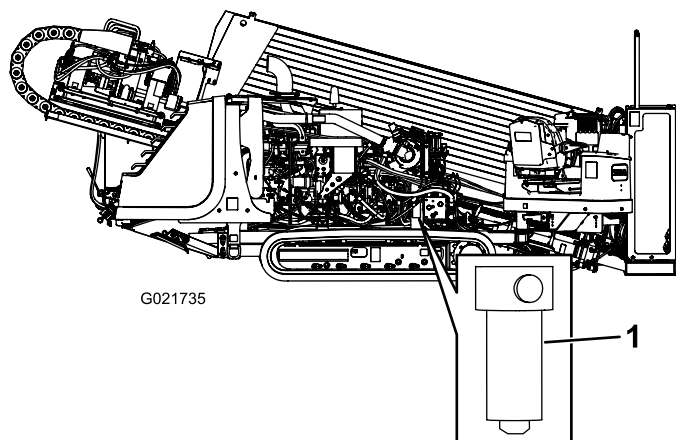

Рисунок 148
- Снимите фильтр линии нагнетания гидравлической жидкости с помощью ключа для фильтров (Рисунок 148).